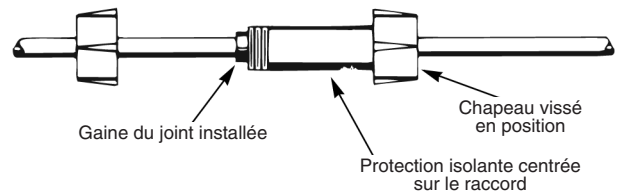

Figure 9 - Serrage des chapeaux d'extrémité
- Centrer la protection isolante autour du raccord et introduire les gaines des joints dans l'isolant en les faisant glisser le plus loin possible. Visser les chapeaux sur la protection isolante (Fig. 9) et serrer à la main pour que l'épissure soit bien imperméable et solide.